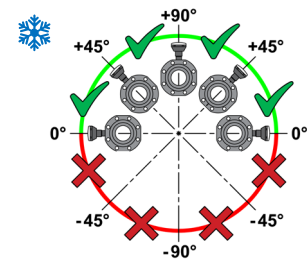

Fig.15
- **Applicazioni in raffreddamento o miste:** il sensore di flusso può essere orientato con inclinazioni comprese fra 0° e +90° (Fig.15).